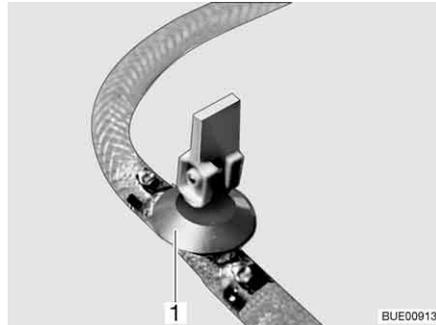

Fig. 205 Llave de desagüe
- Cerrar la(s) llave(s) de desagüe. Colocar para ello el balancín (Fig. 205, 1) en posición horizontal.
- Abrir la(s) llave(s) de desagüe (Fig. 205). Colocar para ello el balancín (Fig. 205, 1) en posición vertical. La caldera se vacía hacia fuera.